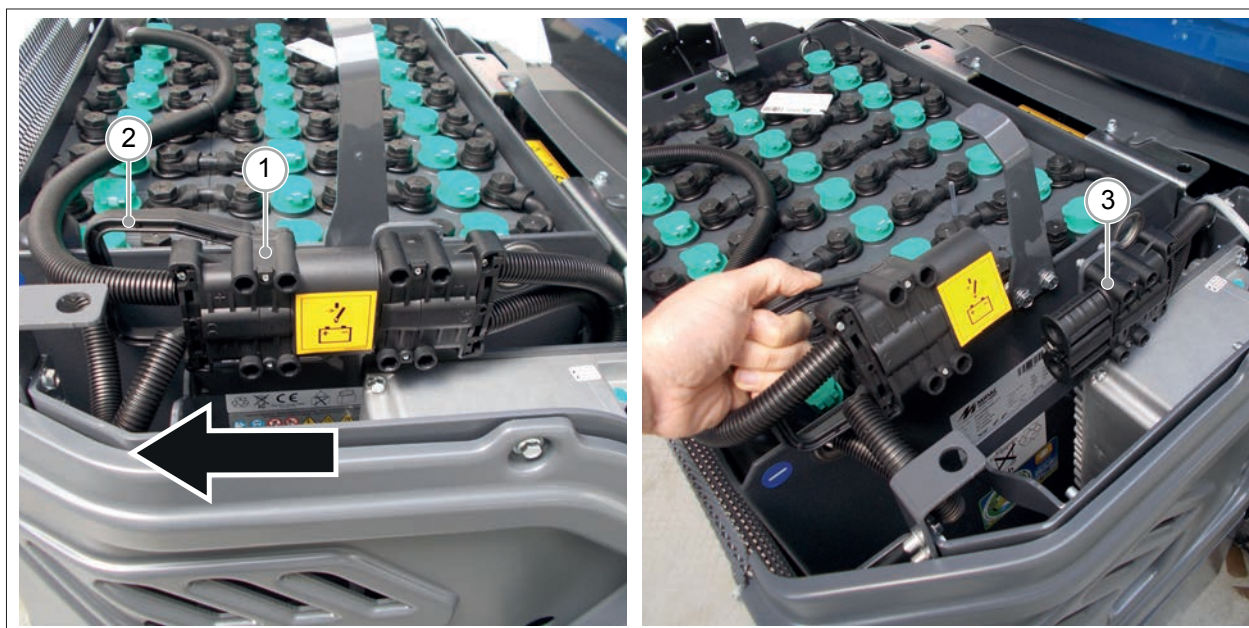

РИС. 19
- 2) Отсоедините разъем (РИС. 19 - Сс. 1), потянув за ручку (РИС. 19 - Сс. 2).
Для подключения батареи, вставьте разъем батареи (РИС. 19 - Сс. 1) в гнездо (РИС. 19 - Сс. 3).